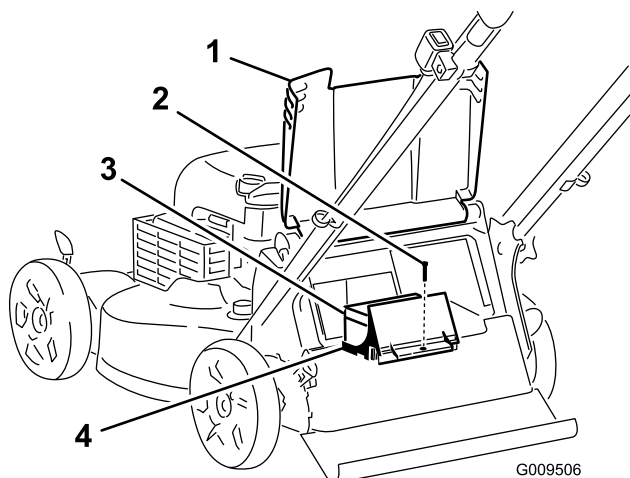

Рисунок 27
1. Поднимите задний отражатель и найдите аккумуляторный отсек (Рисунок 27).